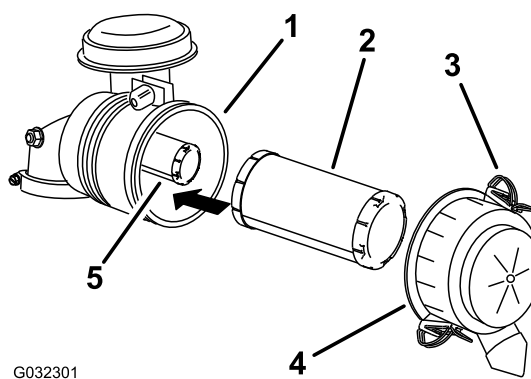

Figure 30
3. Ouvrez les dispositifs de verrouillage du filtre à air et détachez le couvercle du boîtier du filtre (Figure 30).
- Sortez le préfiltre du boîtier du filtre avec précaution (Figure 30).
- Si vous remplacez l'élément de sécurité, glissez-le avec précaution dans le boîtier du filtre (Figure 30).
- Placez ensuite le préfiltre sur l'élément de sécurité avec le même soin (Figure 30).
- Reposez le couvercle du filtre à air, le côté portant l'inscription **UP** en haut, et fermez les dispositifs de verrouillage (Figure 30).